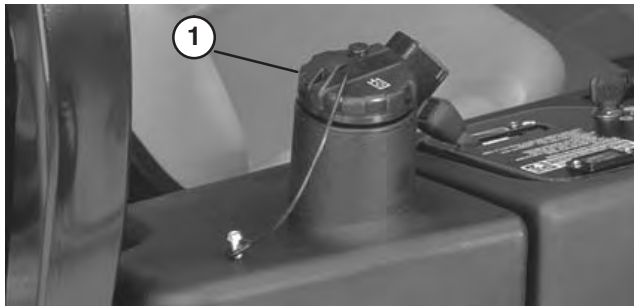

Figure 30
2. Nettoyez la surface autour du goulot de remplissage et du bouchon du réservoir hydraulique (Fig. 30). Retirez le bouchon du goulot de remplissage.